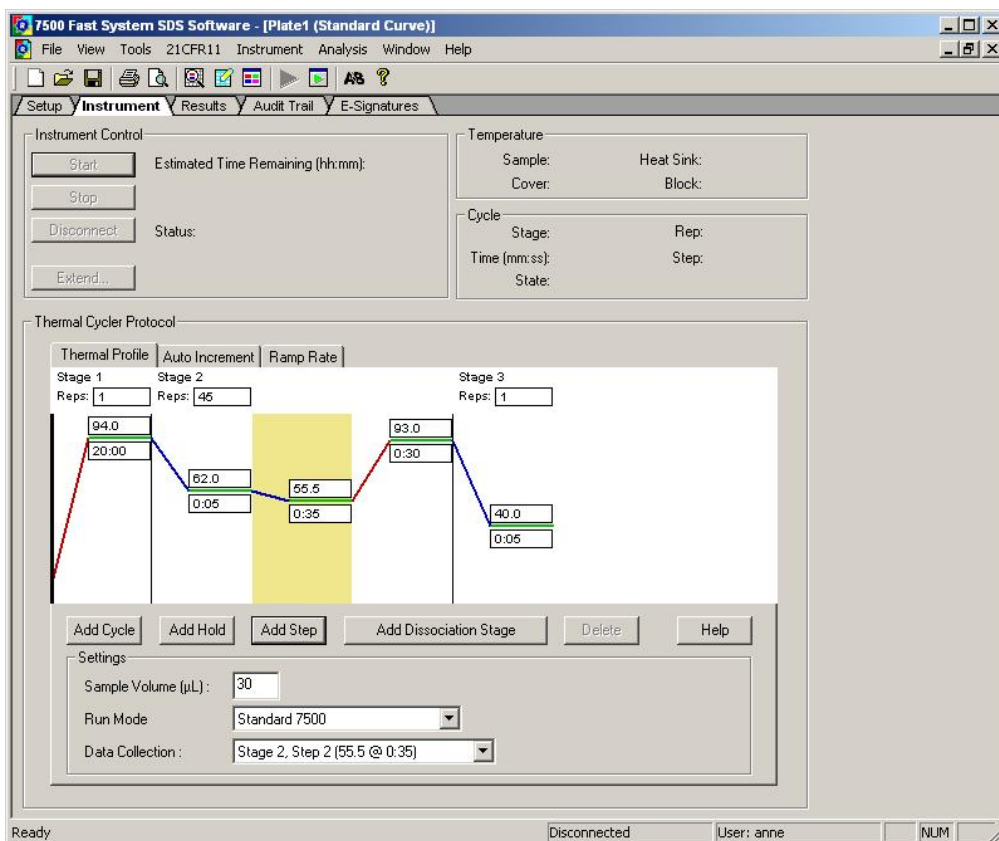

Abbildung 2: „Screenshot“ der SDS v1.4 Software nach dem Erstellen des PCR-Programms.
- Überprüfen Sie die Einstellungen für das Thermal Cycler Protokoll mit den in Tabelle 7 angegebenen Werten (siehe Abbildung 2).